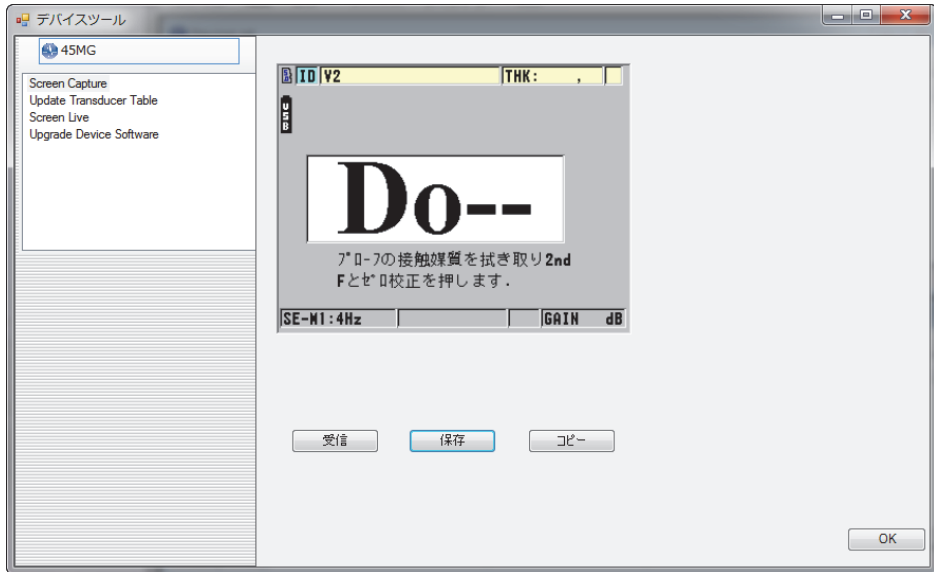

図 11-5 画面キャプチャ機能のあるデバイスツールダイアログボックス
- b) Device Tools (デバイスツール) ダイアログボックス (209 ページの図 11-5 を参照) で、Screen Capture (画面キャプチャ) を選択し、Receive (受信) をクリックします。